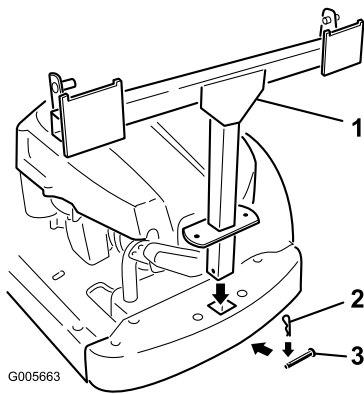

Bild 4
- Befestigen Sie den Rahmen des Heckfangsystems mit einem Lastösenbolzen (5/16 x 2-1/4 Zoll) und einem Splint (Bild 4).
3. Setzen Sie an jeder Seite des Rahmens des Heckfangsystems eine Stange ein. Ermitteln Sie die bestehende geschlitzte Halterung zwischen dem hinteren Antriebsrad und dem Rahmen. Setzen Sie das breitere Ende der Stange in die Öffnung im Schlitz und schieben Sie die Stange nach hinten (Bild 4).
4. Stecken Sie das gebogene Ende der Stange in den Rahmen des Heckfangsystems, siehe Bild 4. Befestigen Sie beide Enden der Stangen mit Splinten.